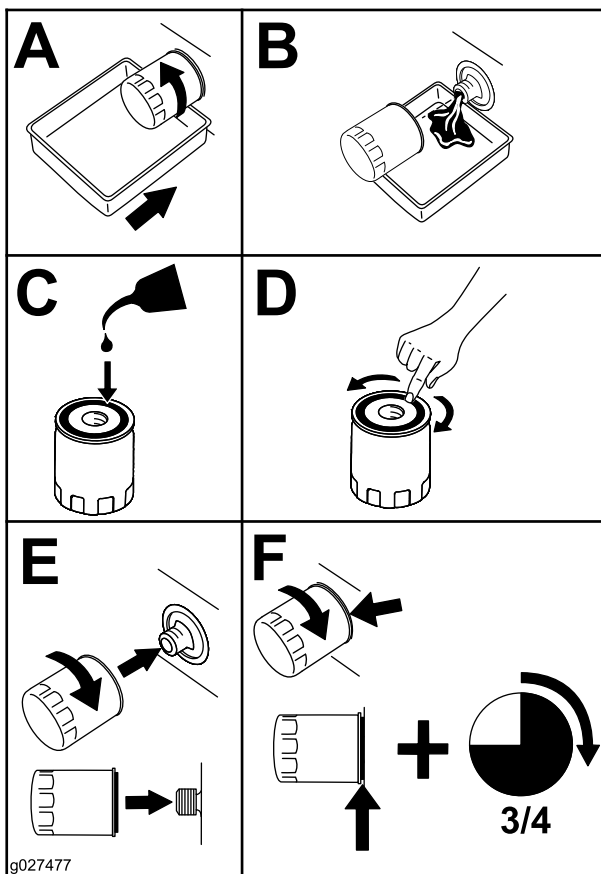

Figura 49
4. Cambie el filtro del aceite del motor, tal y como se muestra en la Figura 49.